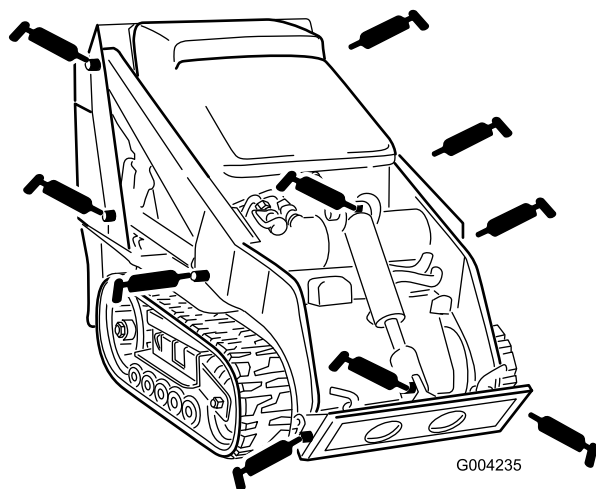
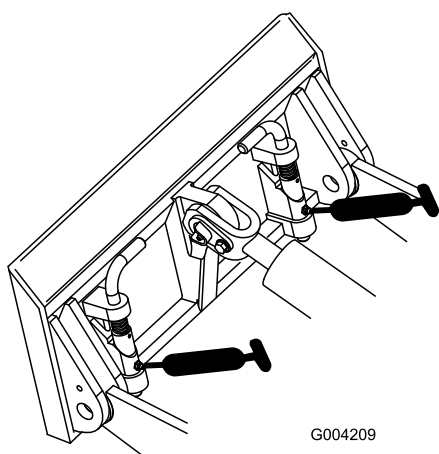

Figura 30
Figura 31
3. Collegate un ingrassatore a pressione a ciascun ingrassatore (Figura 30 e Figura 31).